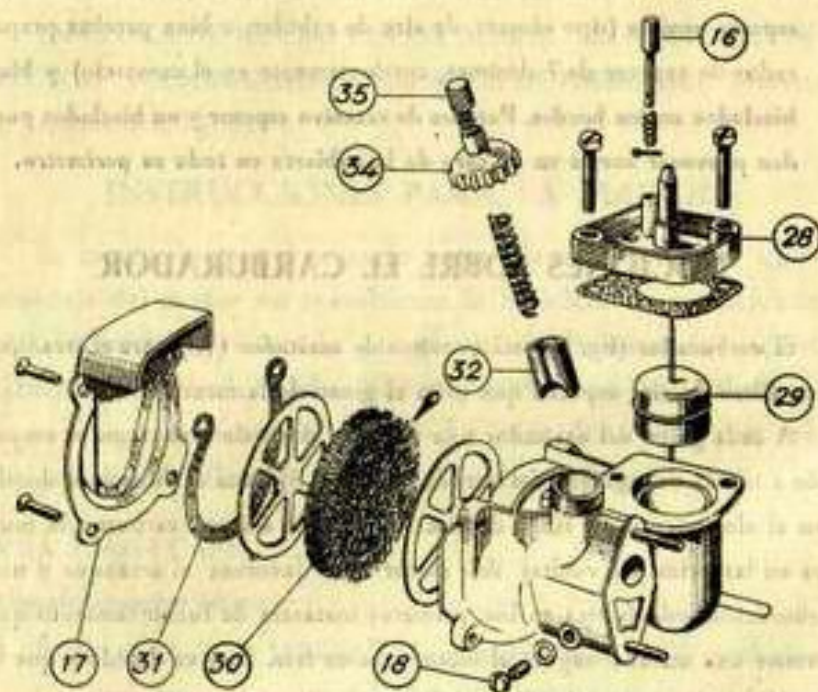

Fig. 8 - Carburador
El carburador (fig. 8) está provisto de excitador (16) para el arranque y un filtro de aire especial que evita el goteo de la mezcla.
A cada golpe del excitador una pequeña dosis de carburante es empujado a través del agujero del surtidor (27, fig. 8) hasta el difusor de donde baja el alojamiento del filtro de aire. Se obtiene así una carburación muy rica en las primeras vueltas del motor que favorece el arranque y una carburación todavía rica en los primeros instantes de funcionamiento que permite una marcha segura al motor aun en frío. Esto es debido a que la mezcla que ha empapado el filtro de aire es absorbida gradualmente.
— Abrir la cubeta del carburador y limpiarla de los sedimentos de la gasolina. Limpiar el filtro de aire; a tal fin desmontar la tapa 17 (fig. 8) cuidando de no estropear la junta 31, sacar la malla filtrante (30) de su alojamiento y enjuagarla con gasolina.
Desmontar el racor 19 (fig. 4) y limpiar el filtro alojado en su interior 37, (fig. 8). Antes de volver a montarlo, asegurarse que el carburante sale por el tubo abriendo un instante el grifo.